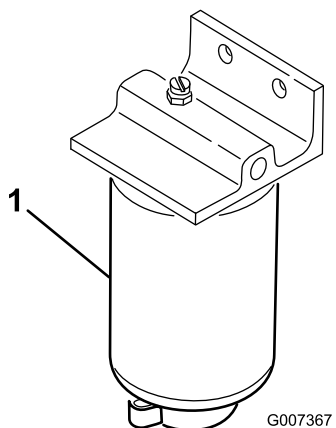

Рисунок 46
1. Подставьте под топливный фильтр чистую емкость (Рисунок 46).
2. Очистите область крепления стакана фильтра (Рисунок 46).